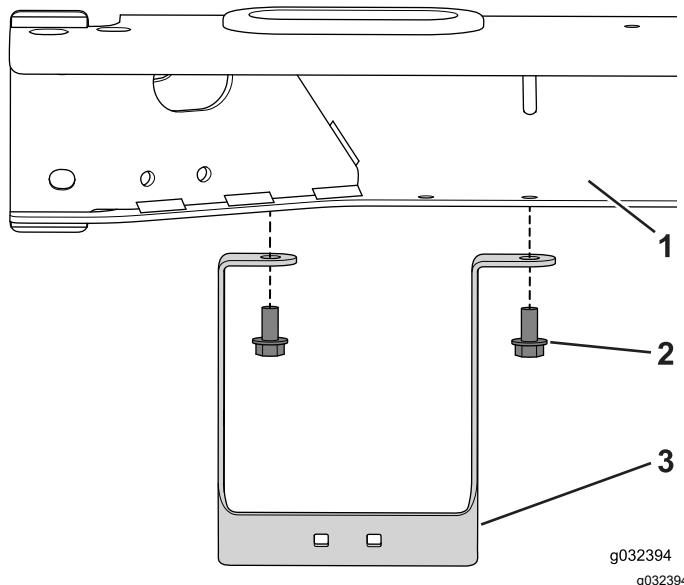

Figure 17
- Fixez le support au cadre à l'aide des 2 boulons (5/16 x 5/8 po) (Figure 17).